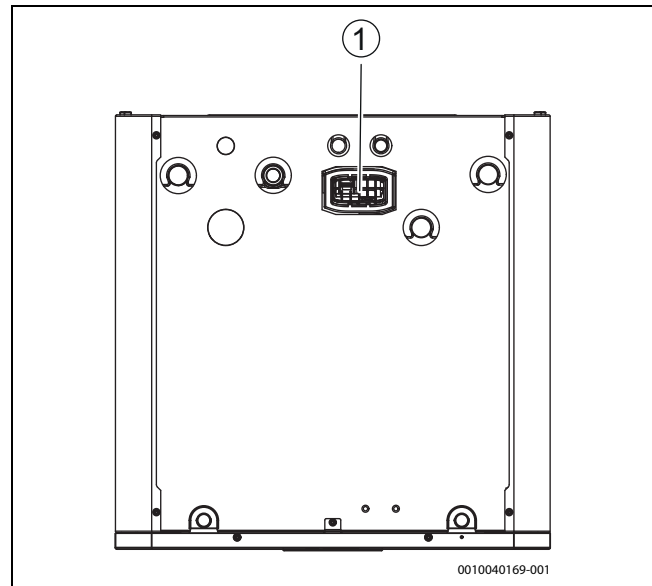

Bild 17 Connect-Key platzieren
- ▶ Modul in den Halter einsetzen (→ [1], Abbildung 17). Wenn das Modul richtig eingesetzt wurde, blinkt eine LED.